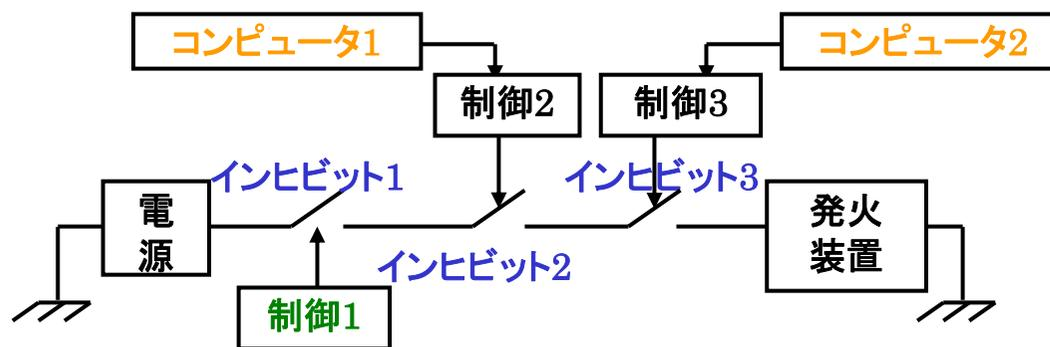

図3
- 要求1: 3個以上の独立したインヒビットによる制御を行う。(図3)